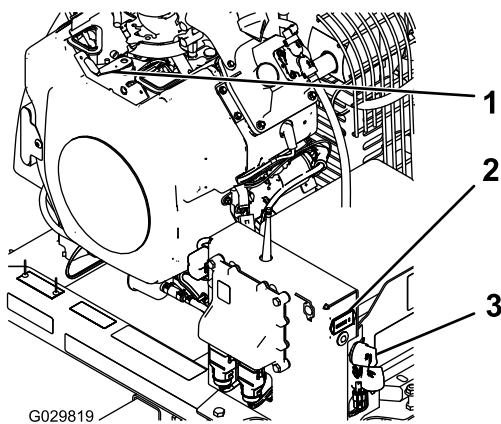

Figura 12
- Gire la llave de contacto a la posición de ARRANQUE (Figura 12).
- Si va a abandonar la máquina, gire la llave a la posición de DESCONECTADO y retírela del motor (Figura 12).